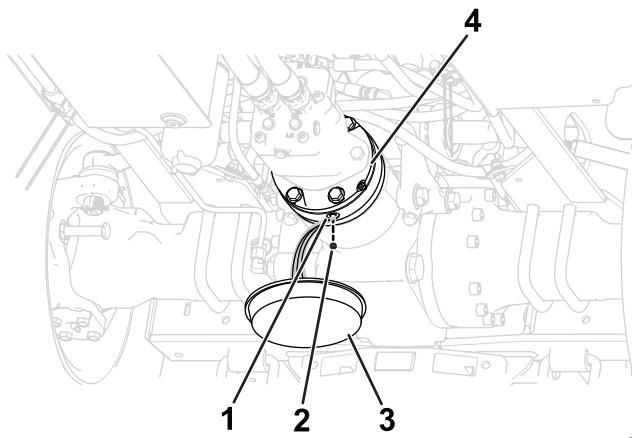

Figura 105
1. Posizionate una bacinella di spуро sotto il freno idraulico (Figura 105).
2. Rimuovete il tappo di spуро dal relativo foro (Figura 105).
4. Montate il tappo di spуро nel relativo foro (Figura 105).